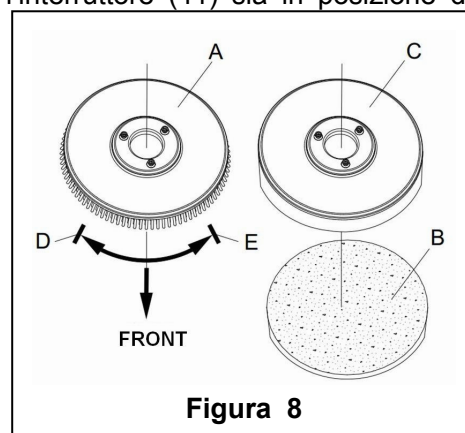

Figura 8
A seconda del tipo di pavimento da pulire, sull'apparecchio si può installare spazzola (Figura 8, A), o cuscinetto (Figura 8, B e C).
- (Applicabile solo a **AS430B** e **AS510B**): assicurarsi che l'interruttore (41) sia in posizione di disconnessione (**O**).
- Premere in basso il manubrio (2) per alzare il serbatoio (26).
- Mettere spazzola (A) o cuscinetto (B – C) in sede .
- Usare il manubrio (2) per abbassare il serbatoio (26) a contatto con spazzola o cuscinetto.
- Per installare spazzola/cuscinetto automaticamente, mettere l'interruttore (41) in posizione "I" e premere l'interruttore di sicurezza (1). Spingere gentilmente in avanti l'apparecchio per permettere alla ruota di trasporto sul fondo del serbatoio di allinearsi con spazzola o cuscinetto che possono così essere installati. Quindi rilasciare l'interruttore di sicurezza. Se occorre, ripetere la procedura fino all'installazione di spazzola/cuscinetto.
- Se il Passo 5 risulta difficile, usare il metodo manuale seguendo la freccia (D) per installare spazzola / cuscinetto (come mostrato nella **Figura 8**).
- Per disinstallare automaticamente spazzola/cuscinetto, mettere l'interruttore (41) in posizione "O". Reggere il manubrio, e premere l'apparecchio verso il basso finché la ruota di guida tocca il pavimento e spazzola/cuscinetto siano sospesi in aria. Mettere l'interruttore (41) in posizione "I" e
8. Se il Passo 7 risulta difficile, usare il metodo manuale, ruotando spazzola/cuscinetto in direzione opposta a quella della normale rotazione così che si stacchi (come mostrato nella **Figura 8**)